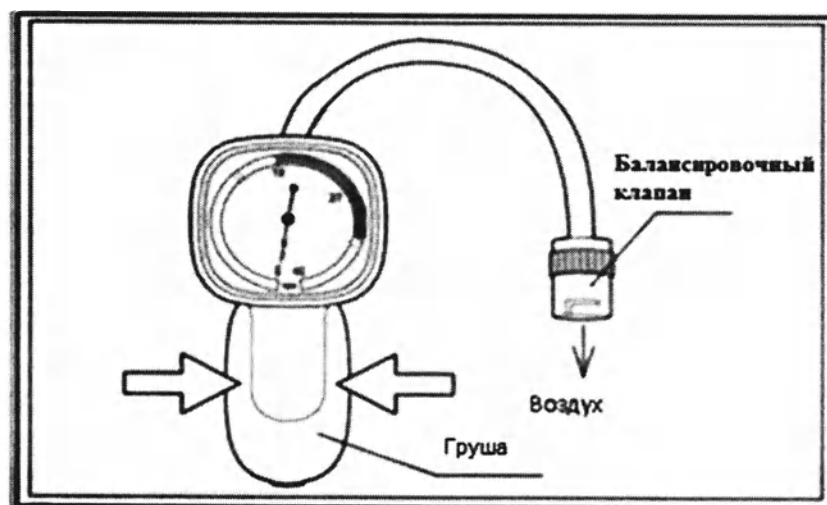

Рис. 7.6 Тестер утечки.
2. Нажмите на грушу, убедитесь, что обнаружена утечка, или выпустите воздух из разъема. (см. рис. 7.6).